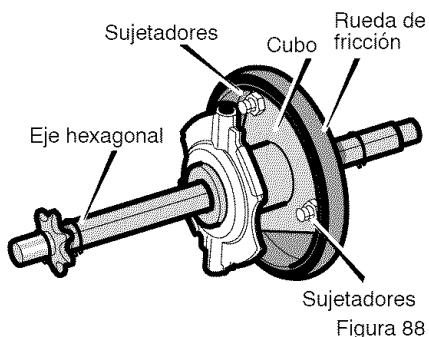

Figura 88
11. Quite los tres **sujetadores** que retienen la **rueda de fricción en el cubo** (Figura 88).